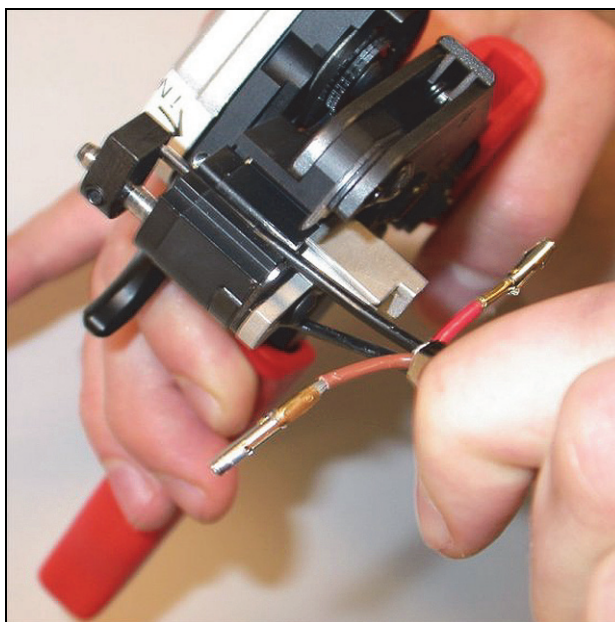

figura 30.19: Spelatura di una fibra ottica
- 16 Far scorrere una delle fibre nella parte anteriore della taglierina/spelafili POF (utensile 6, vedere figura 30.19).